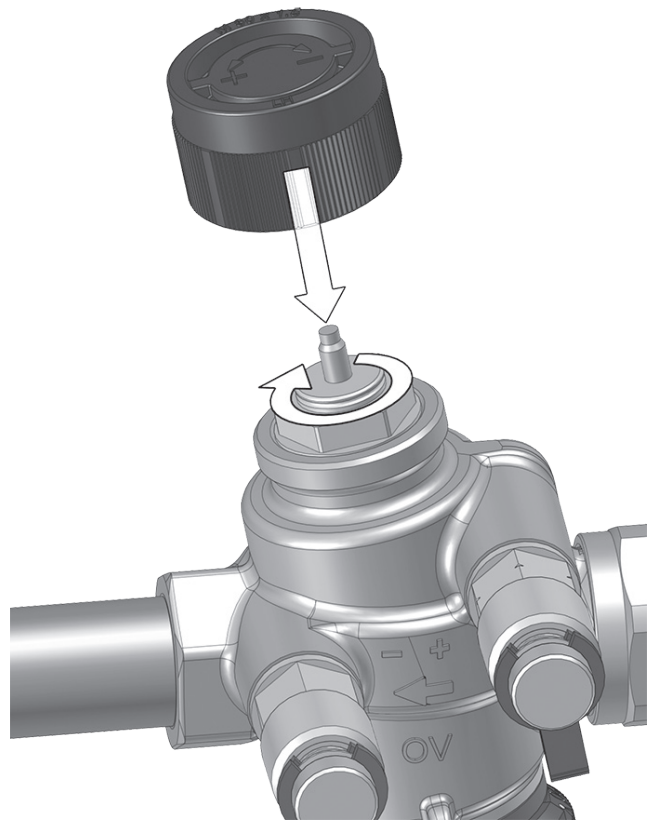

图 8： 关闭
- 1 例如，用建筑保护盖关闭阀门（参见图 8）。
将随附的建筑保护盖拧到 M30 x 1.5 螺纹接口上（参见 图 8）。